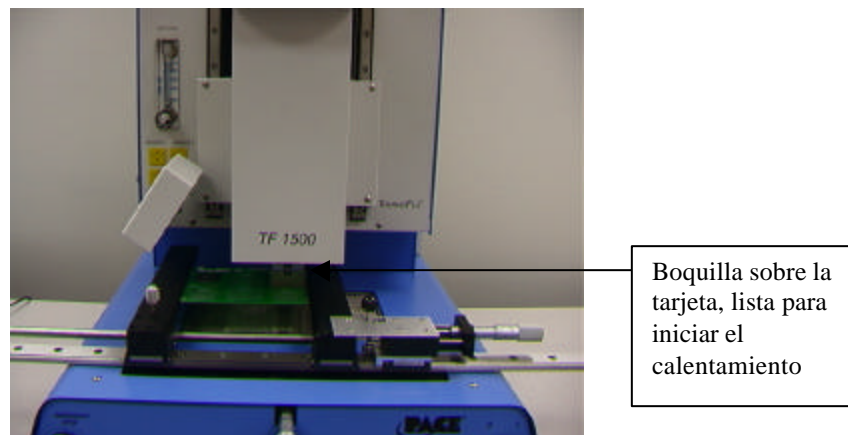

Figura 19
- xvi. Pulse con el ratón sobre el botón verde "Place" para hacer descender el componente. (Figura 19)